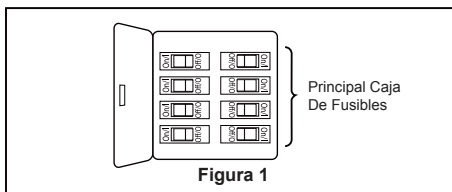

Figura 1
Uso de perfil bajo (Figura 1)
- ☐ 1. Extraiga la pieza de la bola colgante de la unidad de la bola colgante / varilla aflojando el tornillo de presión de la bola colgante hasta que la bola se libere de la varilla. Retire el pasador del barral y luego extraiga la semiesfera. Conserve el pasador y la semiesfera para su reinstalación en el Paso 7. (Figura 1)
Para evitar una posible descarga eléctrica, asegúrese de cortar la alimentación eléctrica de la caja de fusibles principal antes de colgar el ventilador. (Figura 1)
1. Para configurar el código de unidad del receptor. Deslice los interruptores de código a las mismas posiciones que en el transmisor. (Figura 1)
1. Instale la cubierta rotando la ranura clave en la cubierta sobre el tornillo de hombro del soporte del gancho, teniendo cuidado de no pillar los cables. Fije el tornillo de hombro. Instale adecuadamente y fije el segundo tornillo de hombro que fue anteriormente guardado. (Figura 1)
1. Deslice con cuidado las aspas a través de la ranura, como se muestra. Asegure bien las tres aspas con tornillos con cabeza de dentada con arandelas de plana. No ajuste demasiado. (Figura 1)
- ☐ 1. Extraiga uno de los tres tornillos del soporte ubicado en la parte interior de la unidad del motor. Guárdelos para después y afloje levemente los otros dos tronillos. (Figura 1)
- ☐ 1. **IMPORTANTE:** El uso de un regulador de la intensidad completa (no incluido) para controlar la velocidad del ventilador dañará el dispositivo. Para reducir el riesgo de incendio o descarga eléctrica, no utilice dicho regulador para controlar la velocidad del ventilador. (Figura 1)